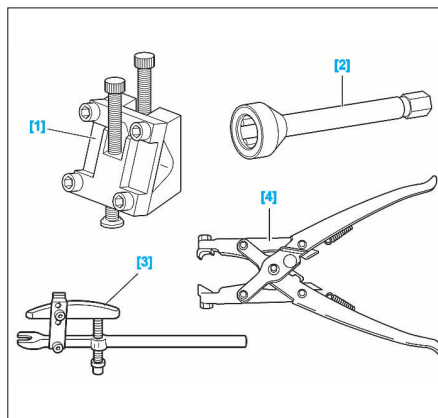

FIG. 7
OUTILLAGE SPÉCIFIQUE (FIG.7)
- Désaccoupler la rotule de direction du pivot à l'aide d'un arrache rotule (outil [3] Fig.7 par exemple).